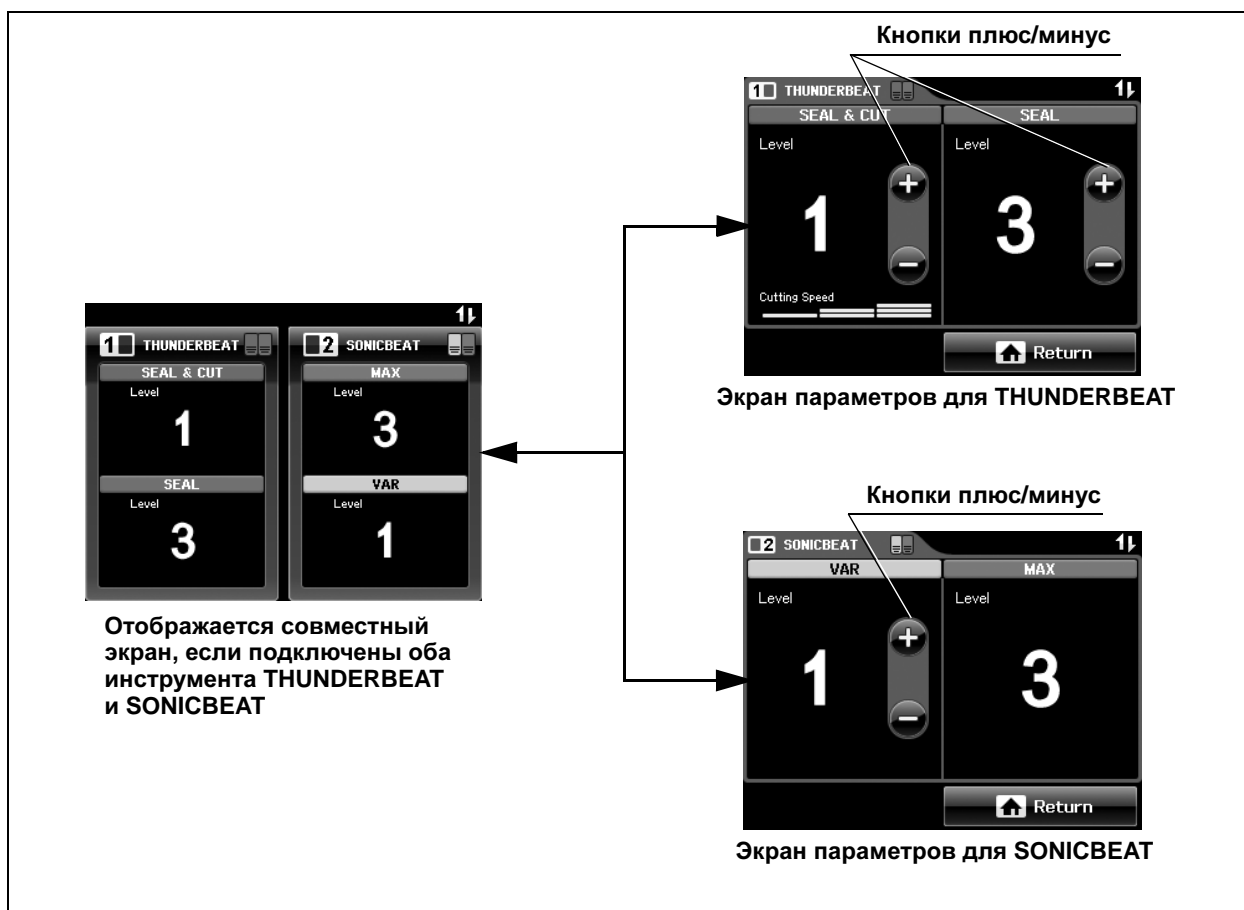

Рис. 4.7
1. Нажмите на экране кнопку THUNDERBEAT или SONICBEAT (см. рис. 4.7).
2. Нажмите кнопку «плюс» или «минус» (см. рис. 4.7).
3. Нажмите кнопку Return (Назад) в правом нижнем углу экрана (см. рис. 4.7).